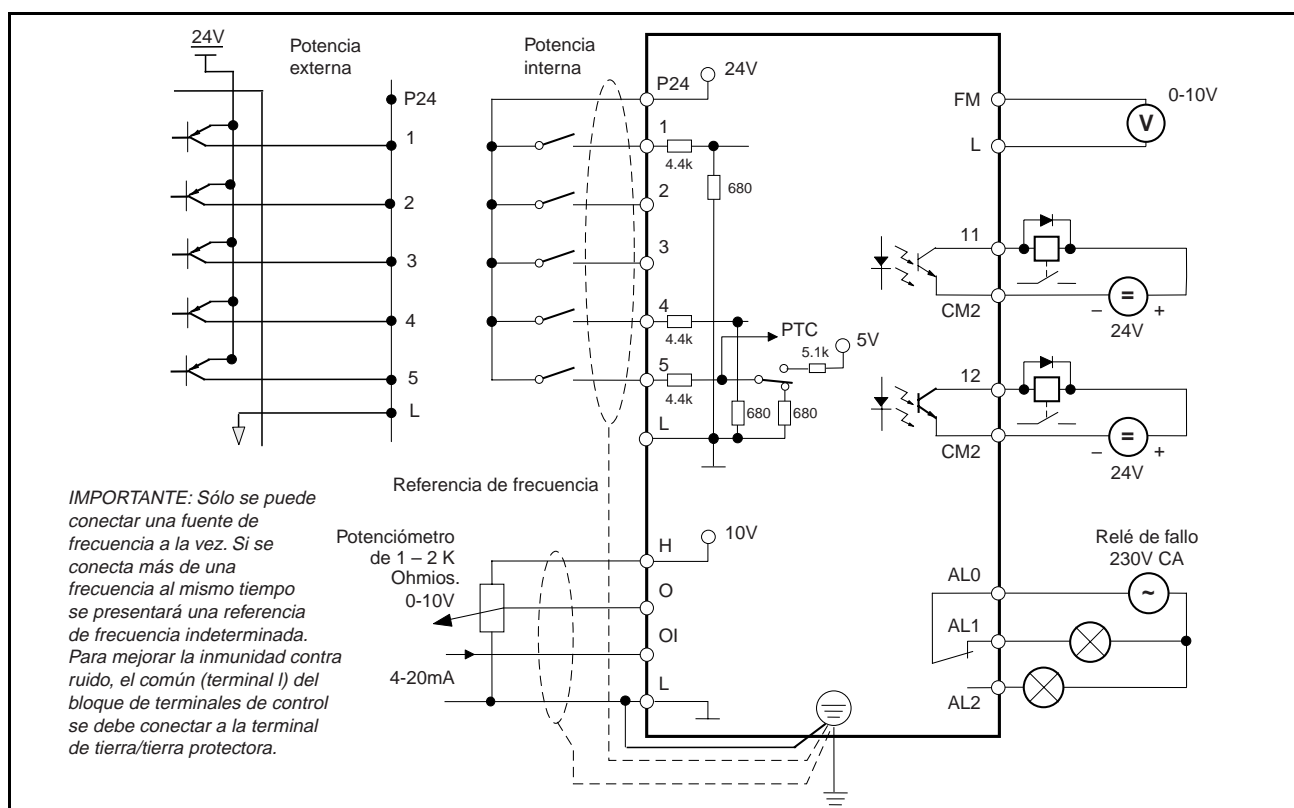

Figura 2.6 – Conexiones típicas de las terminales de control.
- Si se usan salidas de transistor 11 ó 12, con una carga inductiva como un relé, instale un diodo de recuperación paralelo al relé, como se muestra en la Figura 2.6, para evitar daño a la salida.
La Figura 2.6 muestra las conexiones típicas de las terminales de control.